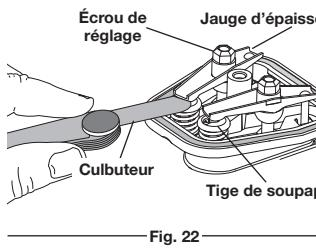

Fig. 22
- Glissez la jauge d'épaisseur entre le culbuteur et le ressort de retour de la soupape. Mesurez le jeu entre la tige de soupape et le culbuteur (Fig. 22). Mesurez à la fois les soupapes d'admission et d'échappement.
Le jeu recommandé pour l'admission et l'échappement est de 0,076 à 0,152 mm (0,003 à 0,006 po). Utilisez une jauge d'épaisseur standard pour automobile de 0,127 mm (0,005 po). La jauge d'épaisseur doit pouvoir glisser entre le culbuteur et la tige de soupape avec une faible résistance, sans coincer (Fig. 22).
- Tournez l'écrou de réglage à l'aide d'un tourne-écrou ou d'une clé de 8 mm (5/16 po) (Fig. 22).